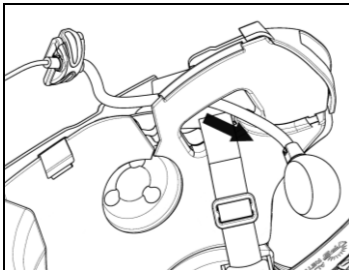
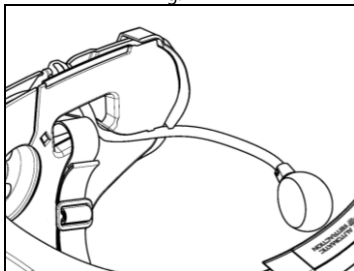

Fig. 12
Fig. 13
- Inserir o microfone dentro do orifício (Fig. 12) e posicioná-lo na posição apropriada, inserindo a haste metálica na ranhura da estrutura de fixação da queixeira (Fig. 13).